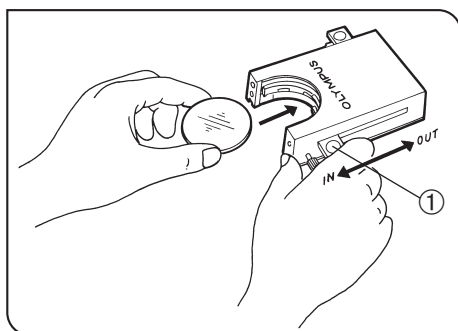

Рис. 14
Пользование кассетой для фильтров (рис. 14 - 17)
- 2. Переместите рычаг ① в положение IN. Он должен зафиксироваться с характерным щелчком. (Рис. 14)
- 3. Удерживая рычаг в положении, показанном на рис. 14, поместите фильтр в кассету, вставив его в направлении, показанном стрелкой.